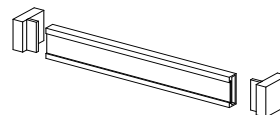

Рис.13
**При установке двух шкафов рядом, соединить их межсекционными стяжками поз.033 (предварительно просверлив отверстия Ф 5мм) - рис.13**